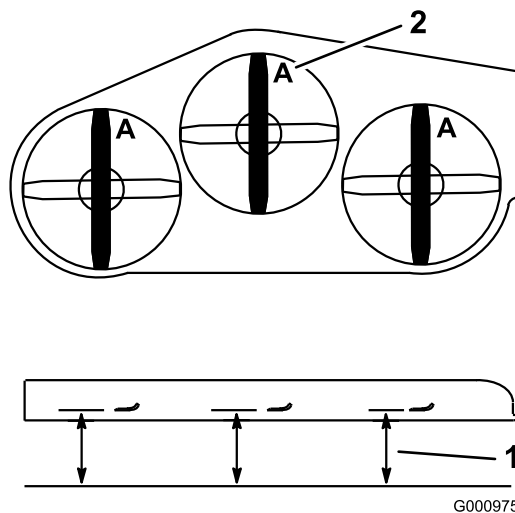

Figura 56
2. Misurate da un piano orizzontale fino al tagliente delle lame, posizione A (Figura 56).